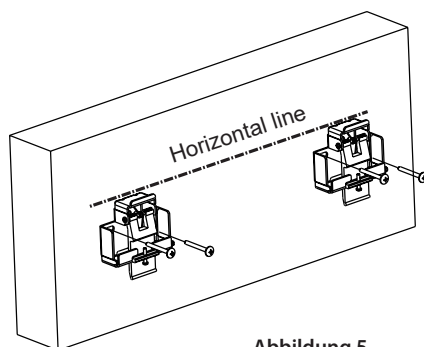

Abbildung 5
1. Für die Montage am einer massiven Stein-/ Betondecke verwenden Sie bitte die Schwerlastdübel (j) oder Kunststoff-Dübel (h). Ermitteln Sie die geeignete Position zur Montage der Montagebügel (b). Zeichnen Sie eine gerade Linie um die beiden Montagebügel in gleicher Flucht zueinander zu installieren. (siehe **Abb. 5**)